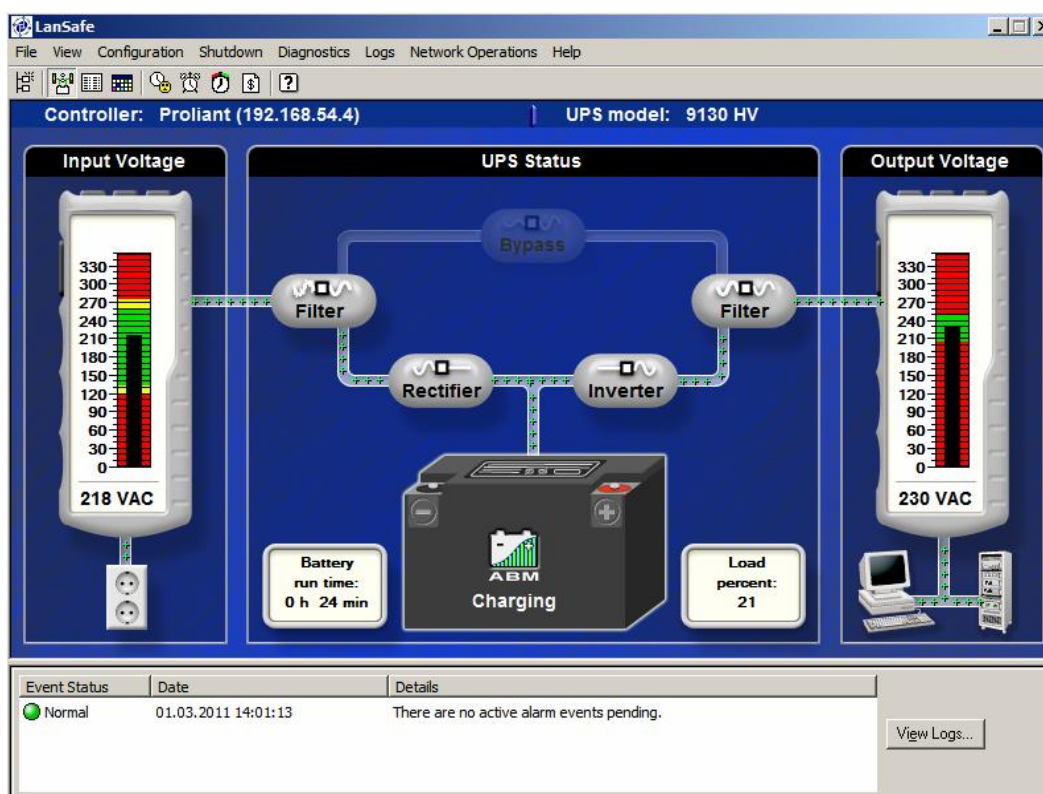

Рисунок 3.4 – Окно программы LanSafe
3.5.5.2 На рабочем столе сервера выбрать пункт меню «Пуск/Все программы/LanSafe» и запустить программу «LanSafe» (из комплекта поставки ИБП) – должно открыться окно состояния ИБП (рисунок 3.4), в котором должны отображаться параметры входного и выходного напряжения ИБП, а также состояние батареи ИБП.